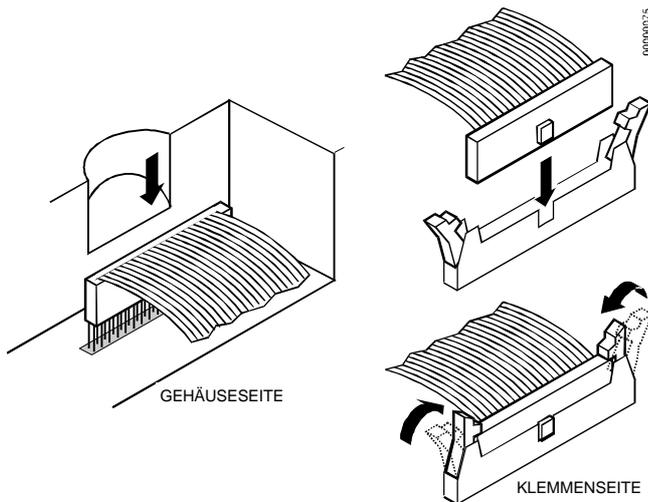

Abb. 40 Aufstecken der Flachbandkabel
13. Stecken Sie die Flachbandkabel auf die Stecksockel der Klemmenblöcke und des Gehäuses, wie in Abb. 40 gezeigt.